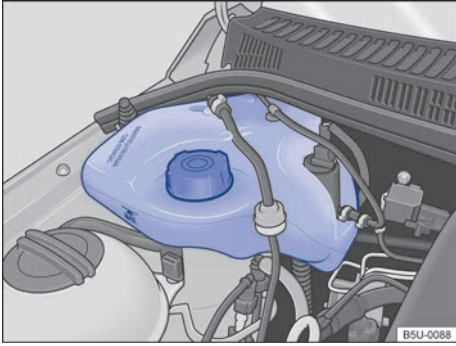

Fig. 132 En el compartimento del motor: tanque de gasolina para el sistema de arranque en frío para motor TOTALFLEX.
El tanque de gasolina del sistema de arranque en frío se encuentra en el compartimento del motor, del lado derecho \Rightarrow fig. 132.
- Nunca sobrepasar la marca "MÁX" indicada en el tanque \Rightarrow fig. 132.